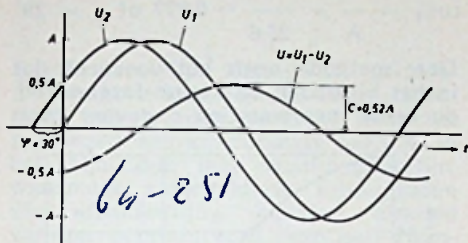

Fig. 2
Fig. 2 en een kleine formule maken het mogelijk, dat men de grootte van het fazeverschil in de gevallen b. en c. door meting van het spanningsverschil aan de uitgang kan bepalen.
Deze fazeverschuiving is voor de verdere beschouwing van weinig belang; belangrijker is echter, dat volgens vergelijking (1) de amplitude C een eenvoudige functie van het fazeverschil is. Voor de gevallen $\varphi = 0^\circ$ en $\varphi = 180^\circ$ laat zich de waarde C gemakkelijk bepalen, immers bij $\varphi = 0^\circ$ wordt $C = 0$ en bij $\varphi = 180^\circ$ wordt $C = 2A$. In fig. 2 heeft de spanning U_1 het verloop als $U_1 = A \sin \omega t$, de spanning $U_2 = A \sin(\omega t + \varphi)$ en waarbij $\varphi = 30^\circ$, de fazeverschuiving is tussen U_1 en U_2 . De verschilspanning $U = U_1 - U_2$ is weer als sinusspanning weergegeven en heeft in dit geval een amplitude $C = 0,52 A$.